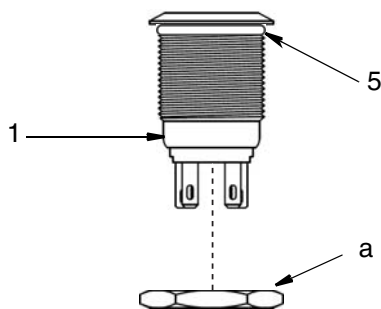

ABB. 1
3. Nehmen Sie die Sicherungsmutter (a) von Taster (1). Bringen Sie den O-Ring (5) an (ABB. 1).